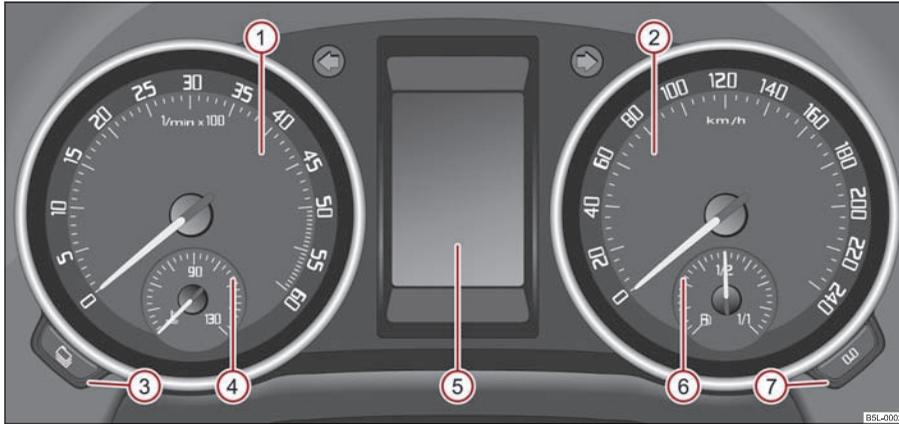

Fig. 15 Strumento combinato
Il settore rosso del contagiri ① ⇒ fig. 15 indica la fascia di regime in cui la centralina di gestione del motore inizia a limitare il numero di giri. La centralina di gestione del motore limita il numero di giri su un valore che impedisce rischi di danneggiamento. ►
L'indicatore di temperatura liquido di raffreddamento  ⇒ pag. 15, fig. 15 è operativo solo con accensione inserita.
L'indicatore di riserva carburante  ⇒ pag. 15, fig. 15 è attivo solo con accensione inserita.
Premendo il tasto di reset (7) ⇒ pag. 15, fig. 15 per circa 1 secondo viene azzerato il contachilometri parziale.
In qualsiasi momento è possibile visualizzare la distanza e i giorni rimanenti sino alla prossima scadenza del Service come di seguito con il tasto (3) ⇒ pag. 15, fig. 15.
Gli indicatori degli intervalli Service possono anche essere azzerati con il tasto di azzeramento ⑦ ⇒ pag. 15, fig. 15.